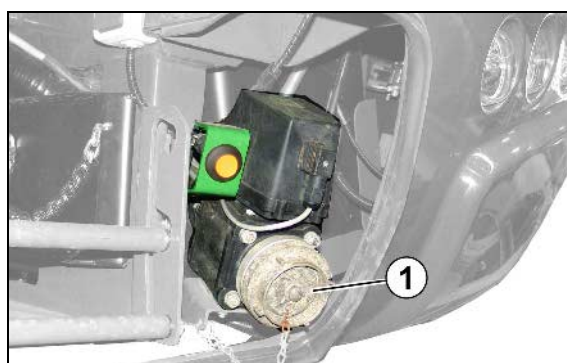

Fig. 75
- Racord de umplere cu secțiune de curgere liberă și evacuare oscilantă (Fig. 75).